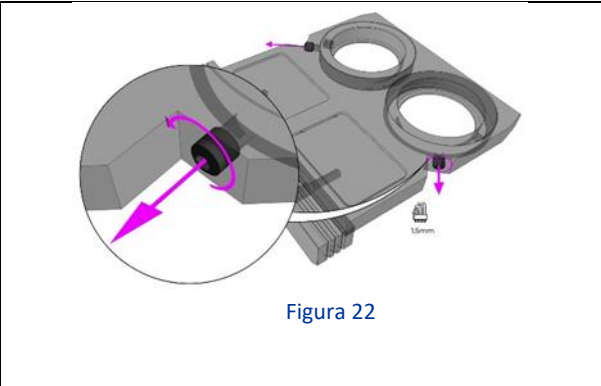

Figura 22
2. Desapertar os dois parafusos de fixação do filtro no suporte do filtro de excitação utilizando uma chave hexagonal de 1,5 mm (Figura 22). Os parafusos de fixação não devem ser retirados.